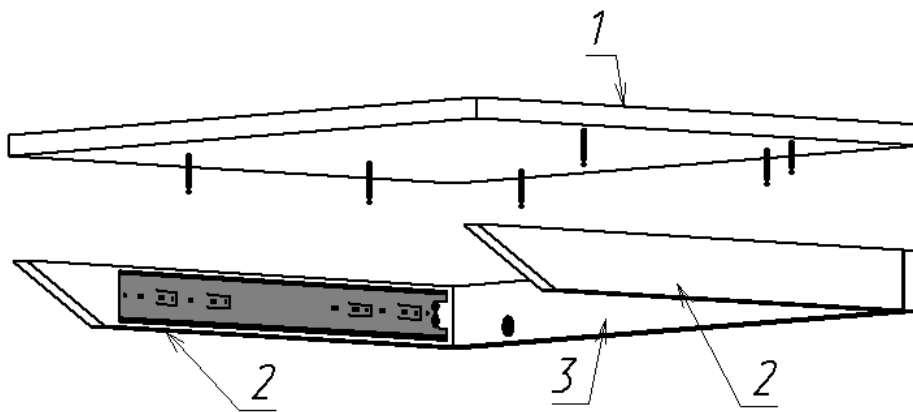

Рисунок 5
- Собрать эксцентриками 16 мм.каркас выдвигной крышки из деталей поз. 1, 2, 3. См. рисунок 5.